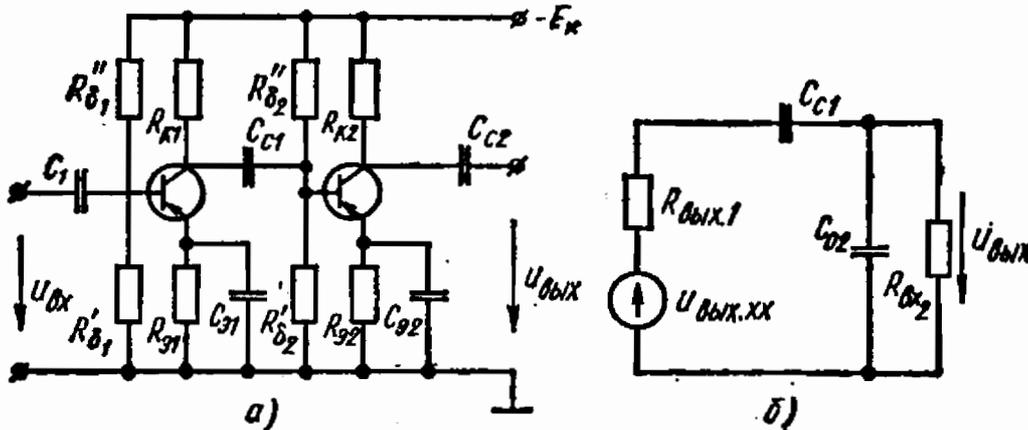

Рис. 13.26
13.26. На рис. 13.26, а приведена схема двухкаскадного усилителя на транзисторах. С помощью схемы замещения (рис. 13.26, б) первого усилительного каскада определить коэффициент усиления